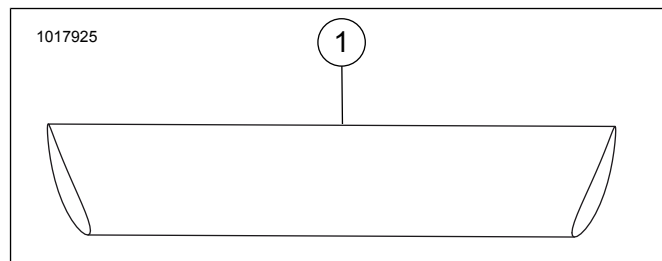
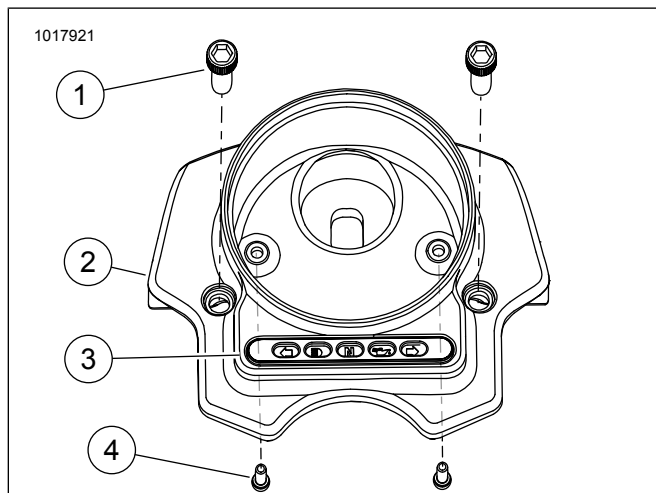
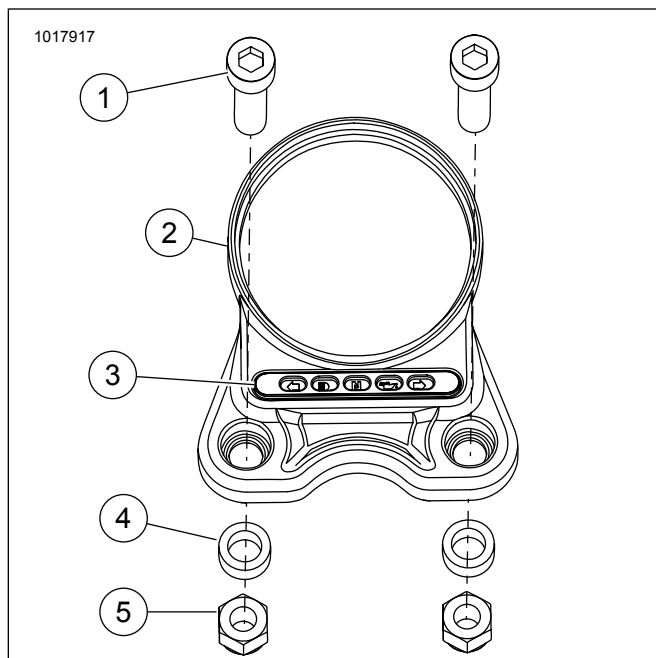

Figura 1. Peças de reposição: XL1200X ano 2014 e posteriores
Figura 2. Peças de reposição: XL883N ano 2014 e posteriores
Figura 3. Peças de reposição: XL1200CX ano 2016.5 e posteriores
Veja Figura 1, Figura 2, Figura 3 e Tabela 1, Tabela 2, Tabela 3.
1. Veja Figura 1. Coloque o tampão do prendedor do guidom (1) nos prendedores inferiores do guidom.
4. Veja Figura 2. Transfira o conjunto da lâmpada indicadora original e a moldura **nova**.
- a. Remova a parte traseira adesiva da moldura **nova** (3).
- b. Cole a moldura na parte interna do suporte do velocímetro (2).
5. Instale o alojamento com os parafusos (1).
- c. Instale o velocímetro no novo alojamento (2) usando as gaxetas e os parafusos originais. Veja o manual de serviço.
3. Veja Figura 3. Transfira o conjunto da lâmpada indicadora original e a moldura **nova**.
4. Instale o velocímetro no novo alojamento (2) usando a placa de fixação, as gaxetas e as ferragens originais. Veja o manual de serviço.
6. Instale o conjunto do alojamento e do velocímetro com os parafusos (1), os espaçadores (4) e as porcas de travamento (5).
- a. Coloque os espaçadores (4) entre o suporte do garfo superior e o suporte do velocímetro.